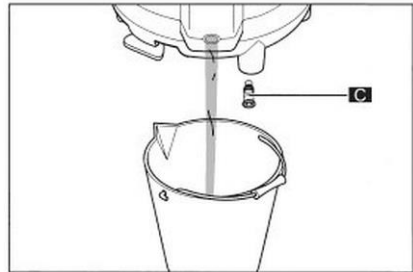

Fig. 45
6. Fjern afløbsskruen (C) på vandbeholderen ved hjælp af en mønt eller unbrakonøgle.
7. Træk afløbsskruen (C) tilbage og lad vandet løbe helt ud af vandbeholderen (fig. 45).